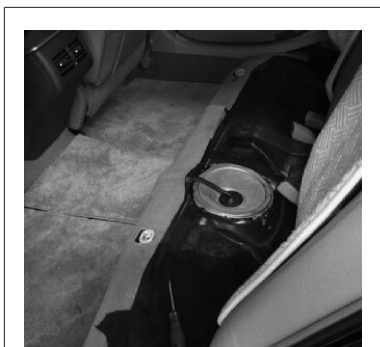

图 6-28 找到燃油泵的安装位置
- 1) 拆下后排座椅,找到燃油泵的安装位置,如图 6-28 所示。